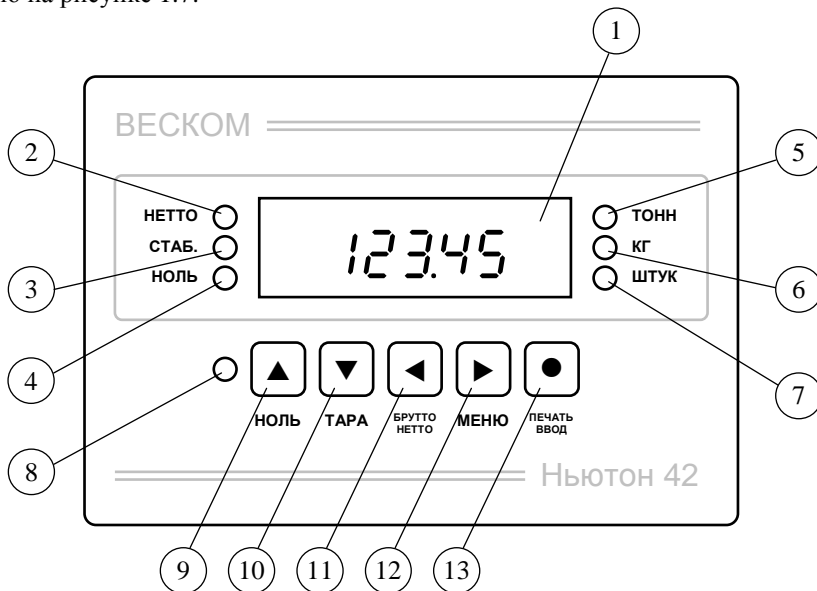

Рис. 1.7. Органы управления и индикации
Для предотвращения несанкционированного изменения параметров прибора и предотвращения нарушения метрологических характеристик весо-измерительной системы в целом, прибор предусматривает установку пломбы (защитной наклейки) на лицевой панели над кнопкой, разрешающей изменять параметры прибора (кнопка (8) рис.1.7).